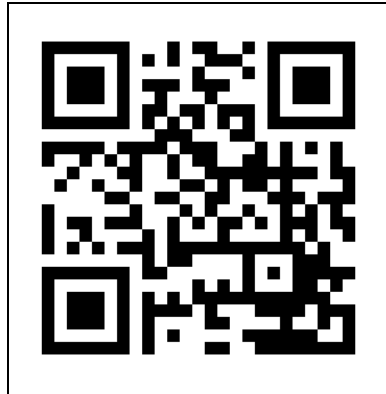

Abbildung 16
1. Öffnen Sie das Eurom Smart App-Handbuch mit dem QR-Code (Abbildung 16) oder gehen Sie zu [www.eurom.nl/nl/manuals](http://www.eurom.nl/nl/manuals).